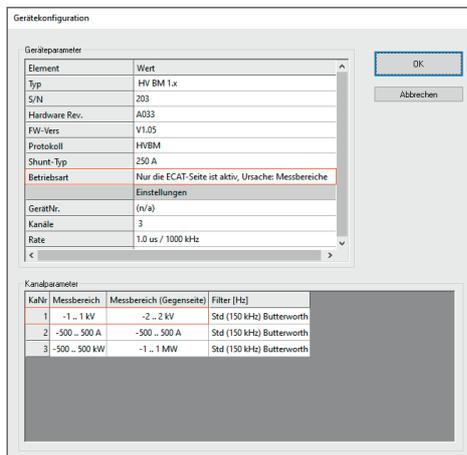

Abb. 6-33: **Dialog für Gerätekonfiguration**, abweichende Messbereiche für CAN und ECAT
Am Modul wird dies durch entsprechende permanent **rot leuchtende Messkanal-LEDs** signalisiert. Diese Abweichung wird im Dialog **Gerätekonfiguration** in der Zeile **Betriebsart** angezeigt (Abb. 6-33).
- ⇒ Der Dialog **Gerätekonfiguration** öffnet sich (Abb. 6-33).